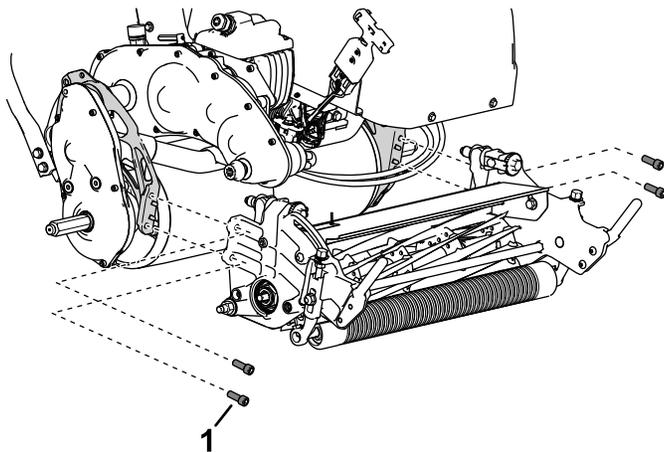

Figure 7
- Montez l'unité de coupe sur la machine à l'aide de 4 vis à tête creuse (Figure 7).